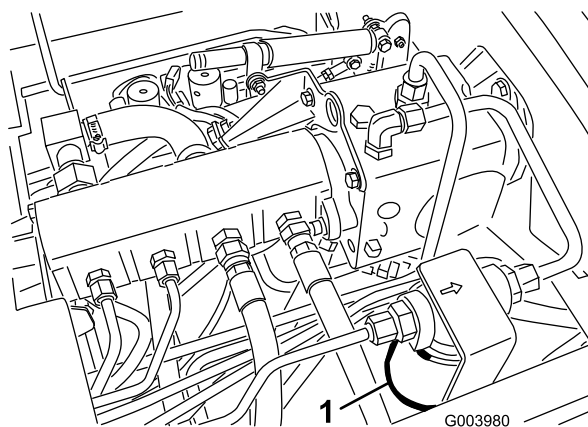
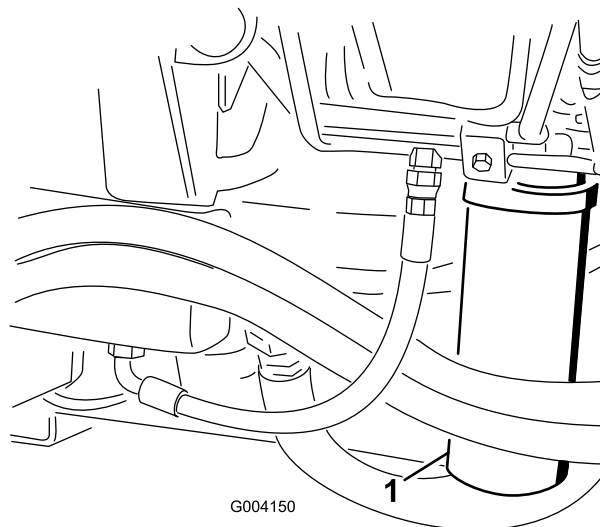

Рисунок 70
Рисунок 71
2. Очистите область вокруг места крепления фильтра и установите сливной поддон под фильтр (**Рисунок 70**) и (**Рисунок 71**).